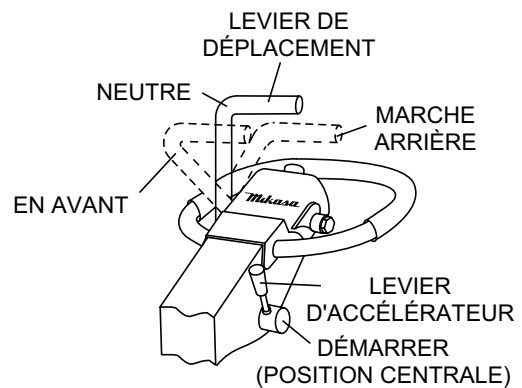

Figure 13. Levier d'accélérateur (DÉMARRER)
2. Déplacez le levier d'accélérateur à la position DÉMARRER (Figure 13).
1. Remettez le levier d'accélérateur à la position **DÉMARRER** (Figure 13). Laissez la machine refroidir 2 à 3 minutes.